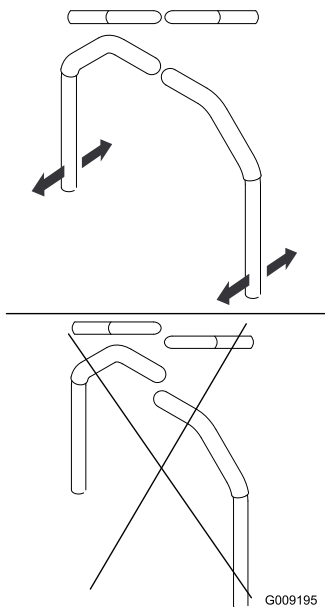

Figure 78
4. Réglez l'alignement avant/arrière des leviers en les plaçant tous deux à la position POINT MORT, puis faites-les coulisser jusqu'à ce qu'ils soient alignés, et resserrez les boulons (Figure 78).